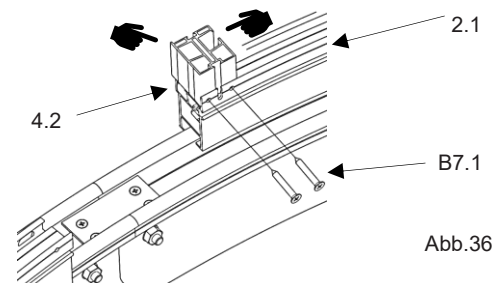

Abb.36
- die Randsprossen (**4.2**) jeweils mit zwei Senkblechschrauben (**B7.1**) an das Laufrollenprofil mit Türlaufschiene (**2.1**) befestigen. (Abb.36)